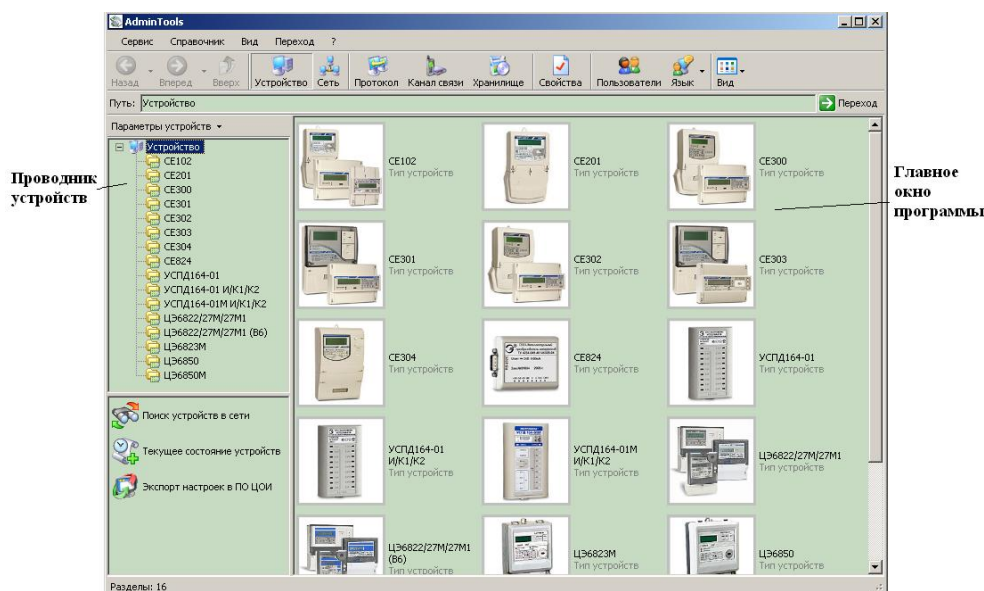

Рисунок 59 – Вид окна программы для выбора типа счётчика
6.1 Нажать кнопку «Устройство» на панели инструментов. Выбрать тип устройства «CE303» («CE301») в проводнике устройств, находящемся в левом верхнем углу, одним нажатием левой кнопки мыши или в главном окне программы двойным нажатием кнопки мыши (рисунок 59).